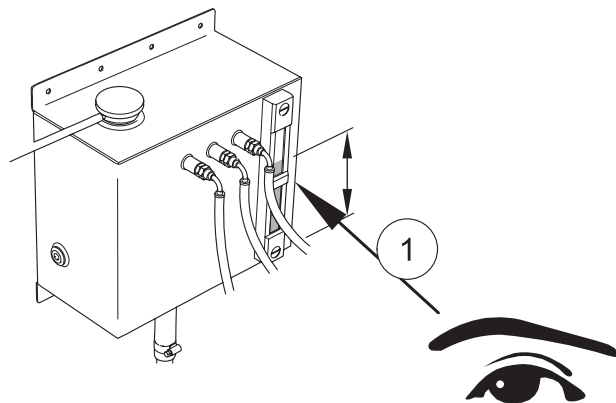

Figure 41
- 8 Contrôlez le niveau de liquide de refroidissement dans le viseur de niveau, comme indiqué à la Figure 41 (1).